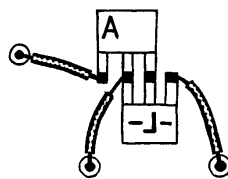

рис.4
**Детали.** VT1 типа МП111Б, П307 (КТ315), VT2 - МП114, МП115 (КТ361). Транзисторы в скобках паяют так, как указано на рис.4. Тиристоры типа КУ202 К-Н, диоды мостика КЦ402И или аналогичные. Стабилитрон Д814Д. Конденсатор емкостью 0,25 мкФ.